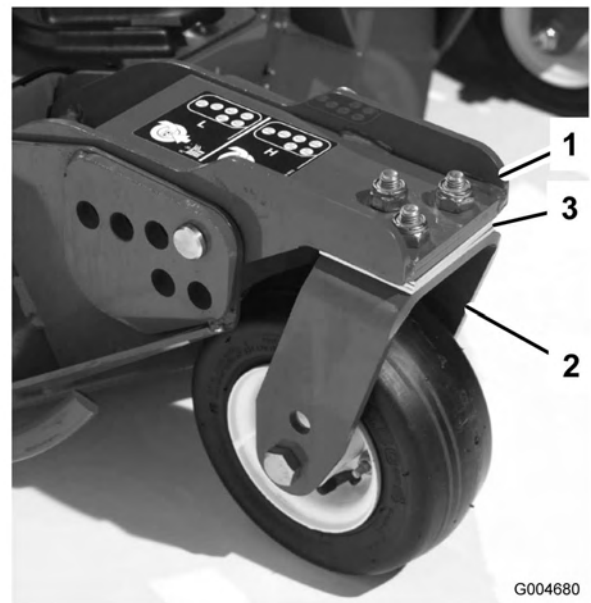

Bild 27
Drehen Sie die Schnittmesser jeder Spindel, bis die Enden nach vorne und hinten gerichtet sind. Messen Sie die Entfernung vom Boden bis zur vorderen Spitze der Schnittkante. Setzen Sie die 3 mm Beilagscheiben an den vorderen Laufradgabeln auf der jeweiligen Schnitthöhe ein, die auf dem Schild angezeigt wird (Bild 27). Beziehen Sie sich nur für die äußere Spindel auf „Einstellen der Mähwerkneigung“ unter , Seite .
- Kante des vorderen Mähwerks zu hoch ist, eine 3 mm Beilagscheibe von der Unterseite des vorderen inneren Laufradarms am seitlichen Mähwerk (Bild 27). Prüfen Sie das Maß zwischen den äußeren Kanten beider seitlichen Mähwerke sowie der inneren Kante des seitlichen Mähwerks und der äußeren Kante des vorderen Mähwerks.